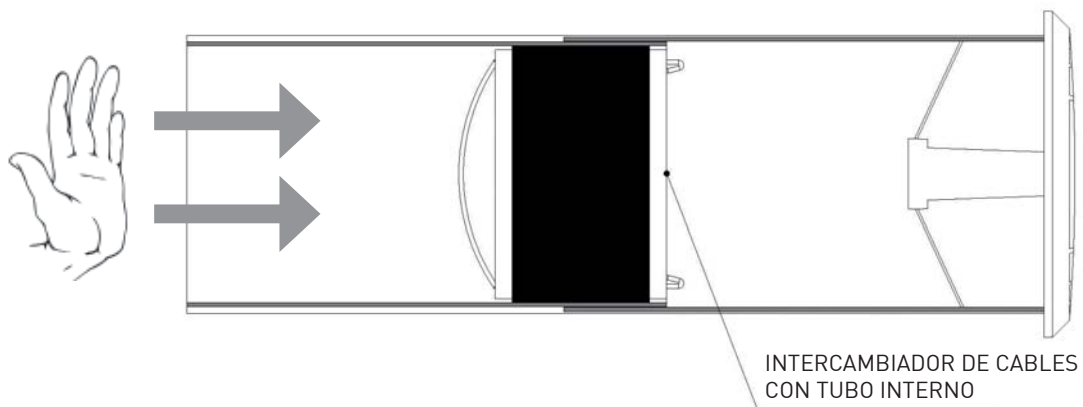

Imagen 7
- Coloque el intercambiador de calor en la extremidad del tubo interior. (Imagen 7)